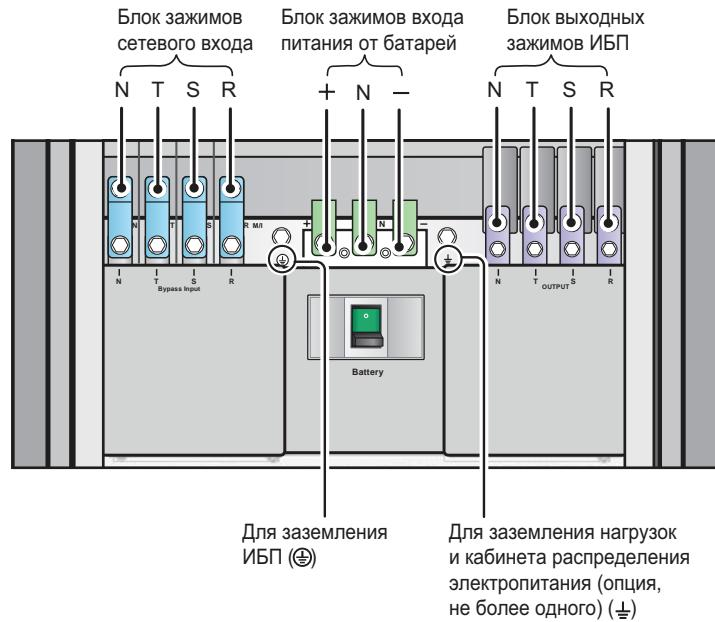
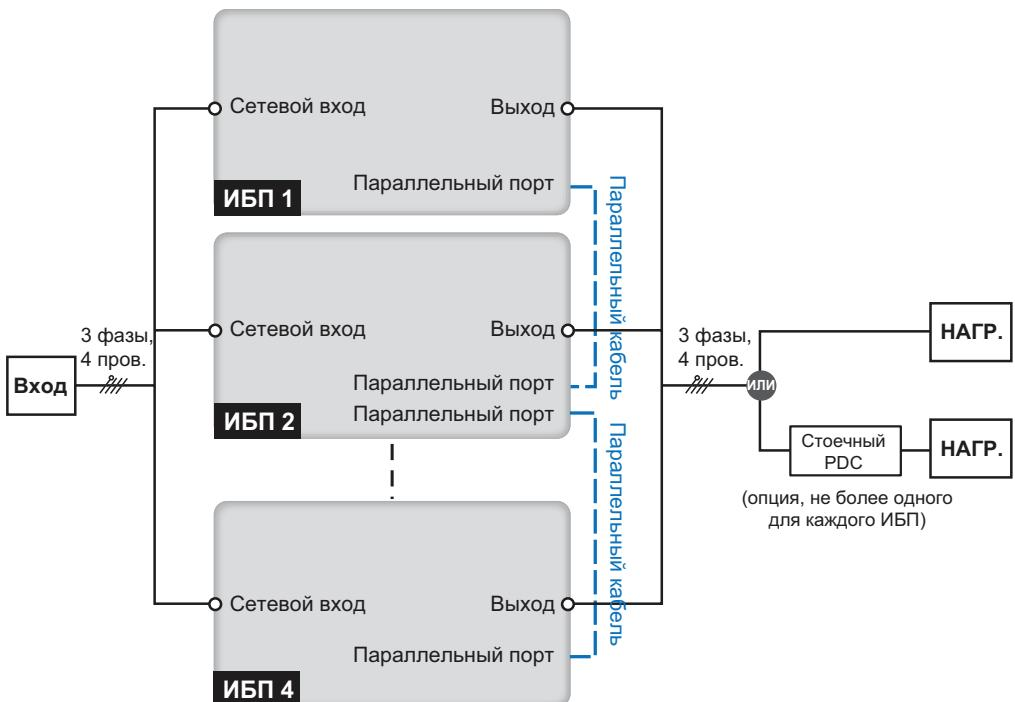

Рис. 5-7. Схема подключения в конфигурации с одним входом (одиночный ИБП)
Рис. 5-9. Схема подключения в конфигурации с одним входом (система с параллельными ИБП)
- Подключите к блоку зажимов электросеть переменного тока (к сетевому входу), нагрузку или кабинет распределения электропитания, внешний батарейный кабинет; заземлите ИБП. См. Рис. 5-7. Следуйте указаниям Руководства по эксплуатации PDC относительно монтажа, подключения, вентиляции и работы с этим устройством. В автономном режиме необходимо использовать либо внешний батарейный кабинет (не более четырёх), либо батарейный модуль (опция, не более четырёх). Одновременное использование батарейных кабинетов и батарейных модулей запрещается! Подключать ИБП одновременно к PDC и непосредственно к нагрузкам запрещается. Более подробная информация изложена в разделах **5.6 Внешний батарейный кабинет** и **5.7 Батарейный модуль**.
2. Подключите к блоку зажимов электросеть переменного тока (к сетевому входу), нагрузку или кабинет распределения электропитания, внешний батарейный кабинет; заземлите ИБП. См. *Рис. 5-7* и *Рис. 5-9*. Следуйте указаниям Руководства по эксплуатации PDC относительно монтажа, подключения, вентиляции и работы с этим устройством. В автономном режиме необходимо использовать либо внешний батарейный кабинет (не более четырёх), либо батарейный модуль (опция, не более четырёх). Одновременное использование батарейных кабинетов и батарейных модулей запрещается! Подключать ИБП одновременно к PDC и непосредственно к нагрузкам запрещается. Более подробная информация изложена в разделах **5.6 Внешний батарейный кабинет** и **5.7 Батарейный модуль**.